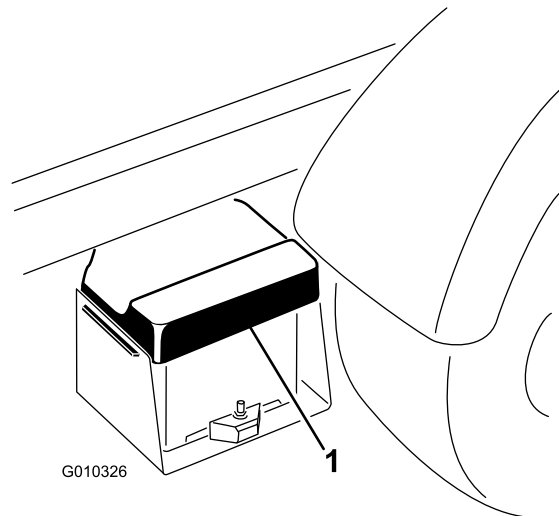

Bild 50
1. Drücken Sie die Batterieabdeckung zusammen, um die Nasen aus dem Batterieunterteil zu lösen, und nehmen Sie die Batterieabdeckung vom Batterieunterteil ab (Bild 50).